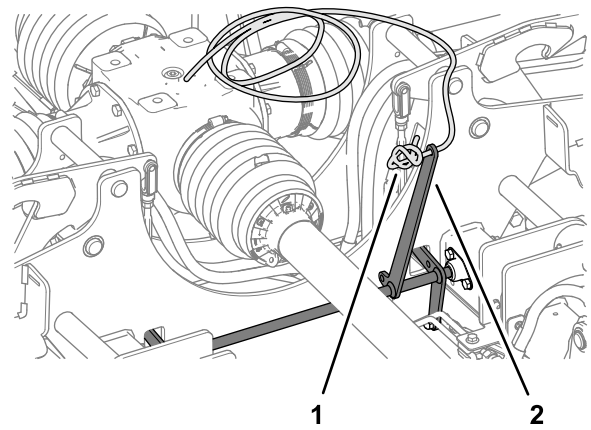

Bild 11
1. Führen Sie das Ende des Sicherungsseils des Mähwerks durch das Loch im Sperrhebel und knoten Sie das Seil gut fest (**Bild 11**).